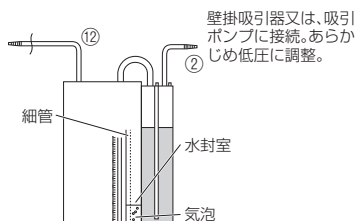

図3
- 1) 吸引装置接続チューブ②を吸引装置へ接続する。（図3）